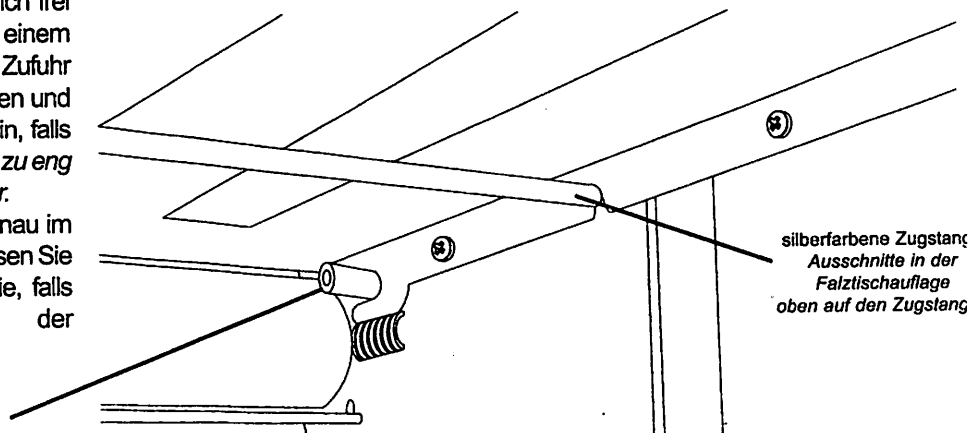

Abb. 6
- Die Schlitzle am Ende beider Falztische passen auf die 2 silberfarbenen Stifte im Inneren des Geräts (Abb. 6).
- Die Falztische müssen auf der Oberseite der silberfarbenen Zugstangen ruhen (siehe Abb. 6).
- Die Tische müssen mit dem offenen Ende zuerst in das Gerät eingeschoben werden **Hinweis: Viele Anwender finden es leichter, die Falztische von unten her zu installieren (wie in Abb. 6 gezeigt).** (Ausnahme: beim Herstellen eines halben Falzes, muss der hintere Falztisch mit dem geschlossenen Ende zuerst eingeschoben werden. Siehe Abschnitt Halber Falz auf der nächsten Seite).